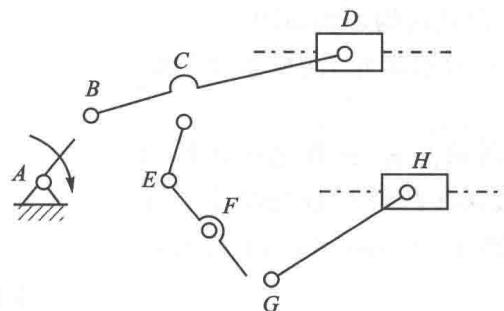

图 1-15 取构件 AB 为原动件时机构的基本杆组分解图
② 当取构件 AB 为原动件时, 机构的基本杆组分解图如图 1-15 所示。当取构件 AB 杆为原动件时, 除原动件与机架外, 其余从动件可分解为 3 个Ⅱ级杆组, 故此机构为Ⅱ级机构。